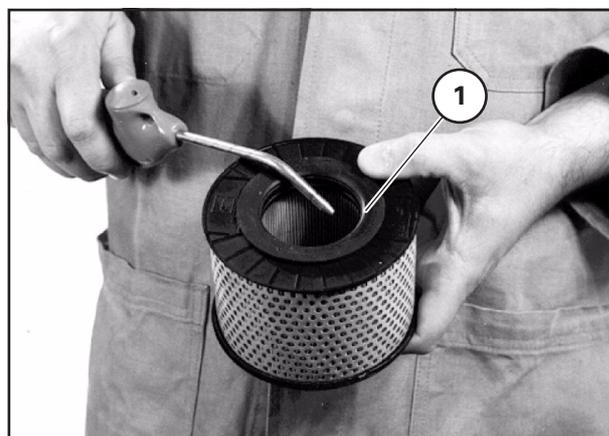

Bild 46 Reinigen Luftfilter
7. Bei feuchter, öliger Verschmutzung die Filterpatrone wechseln. Trockene Verunreinigungen mit Druckluft von innen nach außen ausblasen (Bild 46) bis kein Staub mehr austritt.